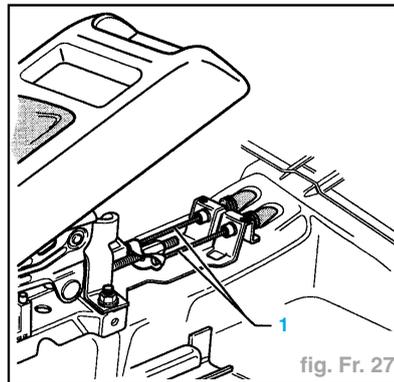

fig. Fr. 27
- Faire basculer la console central à l'arrière, la déposer si nécessaire (fig. Fr. 27) : 1 Câbles de frein à main
- Basculer la console centrale par l'arrière, la déposer, si nécessaire (fig. Fr. 27).